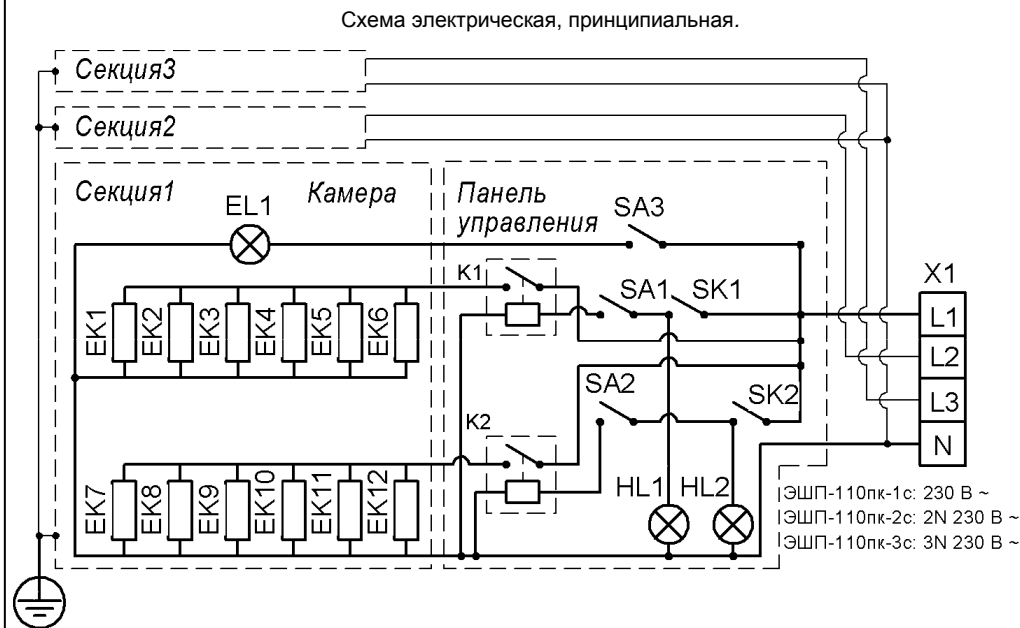

Рис.6
4. Соединить маркированные, свободные концы электропроводов («L2», «L3» и «N») верхних секций с зажимами клеммных блоков нижестоящих секции, с соответствующей маркировкой, а э/провода с маркировкой «земля» верхних секций с зажимами заземления (с маркировкой «земля») нижестоящих секций (см. схему электрическую, принципиальную, рис.6).